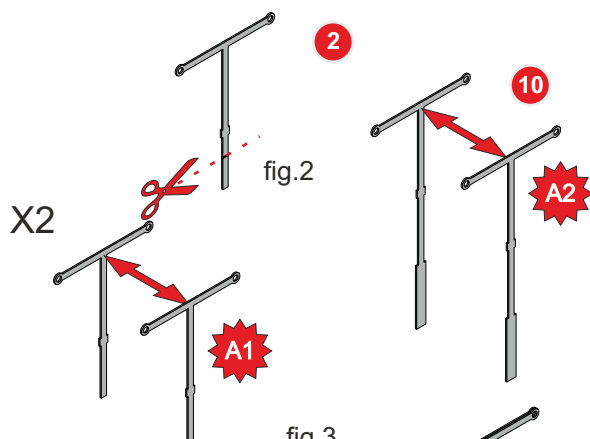

fig.2
1) Qualora si decida di realizzare la versione con altezza 10 tagliare i pezzi n°2 all'altezza della piccola riga incisa sul pezzo (fig. 2).